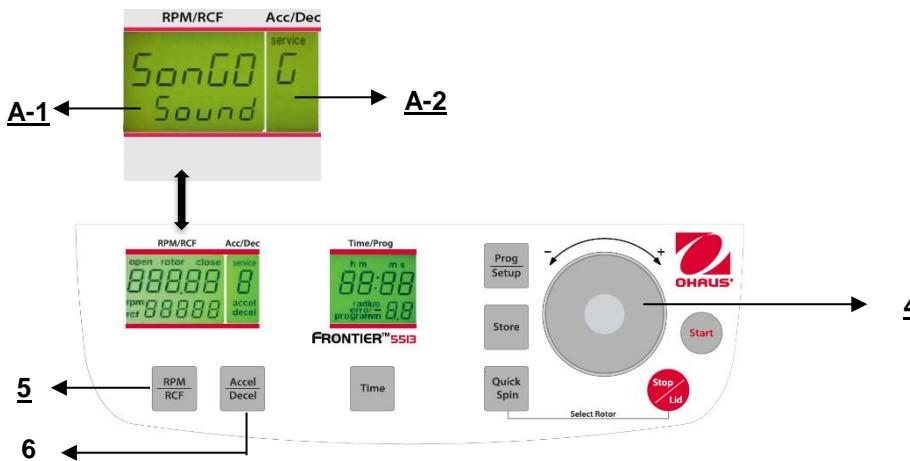

Abbildung. 32
Fahren Sie fort wie unter Punkt 4.1.2 beschrieben, um in den Programmmodus einzutreten und drücken Sie dann die Taste "Accel/Decel"(6). Auf der Anzeige blinkt "Acc/Dec" (A-2) das Wort "Service". Wählen Sie nun den Buchstaben "G" mit Hilfe des Anpassungs Wähl scheibe (4). Als Ergebnis erscheinen auf der Anzeige "RPM/RCF" (A-1) die Worte "Songo/Sound". Nach dem Drücken der Taste "RPM/RCF" (5) können Sie mit Hilfe des Anpassungs Wähl scheibe (4) ein Lied auswählen. (Siehe Abbildung 32).